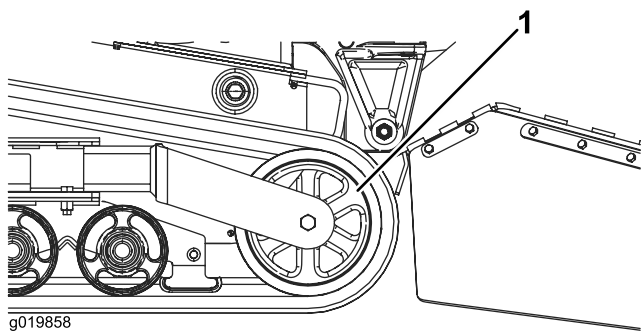

Figure 47
5. Poussez la roue de tension vers l'arrière aussi loin que possible (Figure 47).
7. Lorsque la chenille est déchaussée, déposez-la de la machine (Figure 47).